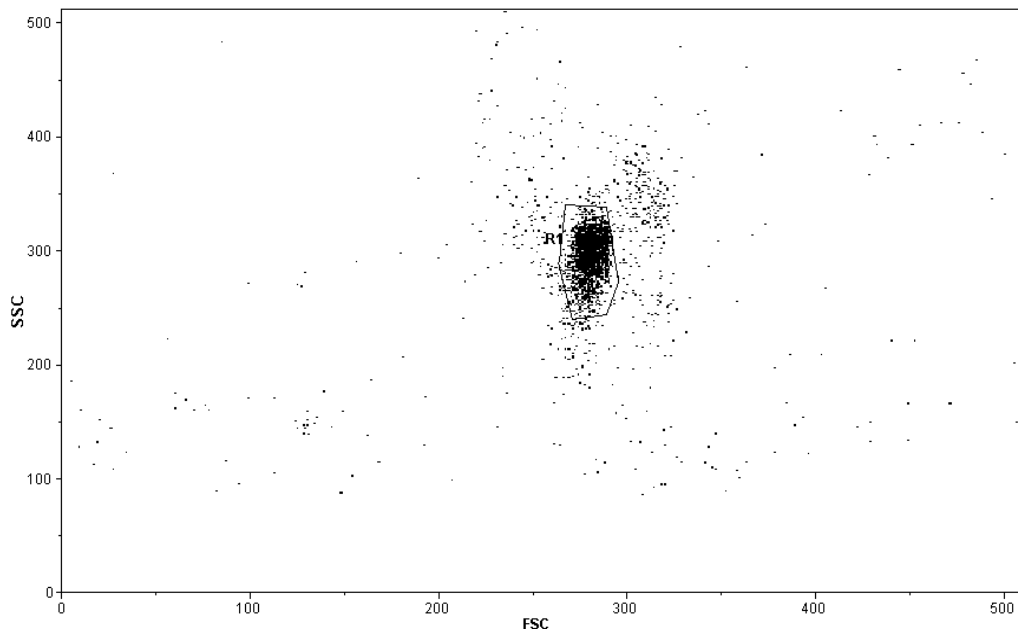

Abb. 1. Vorwärtsstreuung vs. Seitwärtsstreuung von Leerkügelchen. Das Gatter wurde für die Gewinnung von Kügelchen-Singletts errichtet.
6. Mit Vorwärtsstreuung vs. Seitenstreuung ein aktives Gatter auf Kügelchen-Singletts einrichten (siehe Abb. 1).
Die Analyse der Ergebnisse beschränkt sich auf rückständigefreie gemessene Kügelchen-Singletts, wie diese auf einem Vorwärtsstreuung- vs. Seitwärtsstreuung-Punktediagramm definiert sind (siehe Abb. 1).